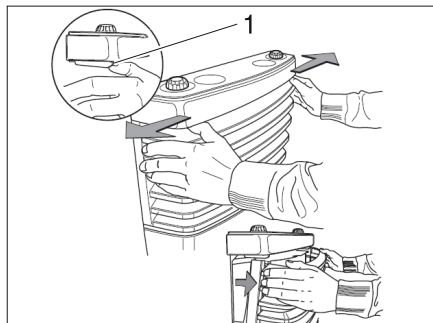

Fig. 105 Rimozione della copertura del riscaldamento
- Rimuovere la copertura del riscaldamento spingendo verso l'esterno le molle di chiusura (Fig. 105,1) laterali, inclinando la copertura in avanti e sollevandola dai supporti inferiori.